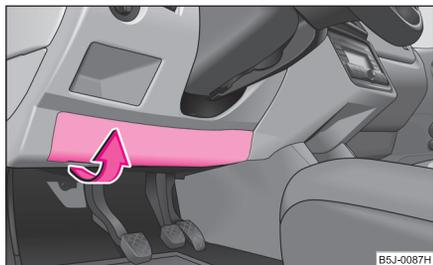

Fig. 179 Lado inferior del tablero de instrumentos: Cubierta de fusibles
- Gire con cuidado la tapa en sentido de la flecha y retirela ⇒ fig. 179.